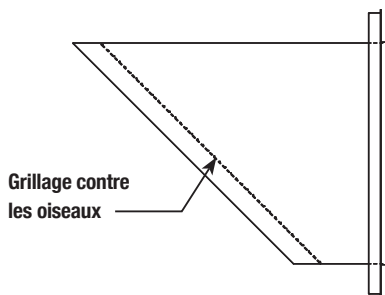

Figure 48 - Terminaison inclinée (CIXØMC)
1. Utilisée sur l'évacuation des moteurs Diesel et des turbines comme terminaison horizontale. Voir **Figure 48**.